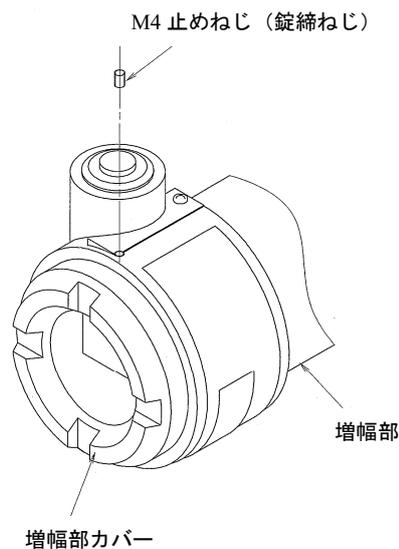
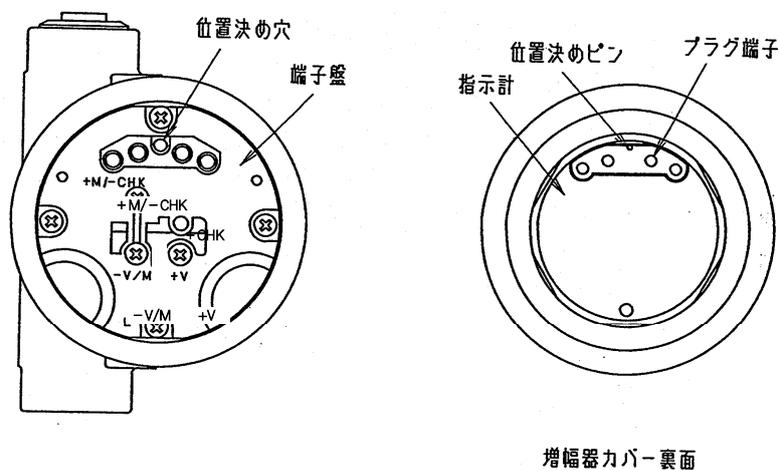
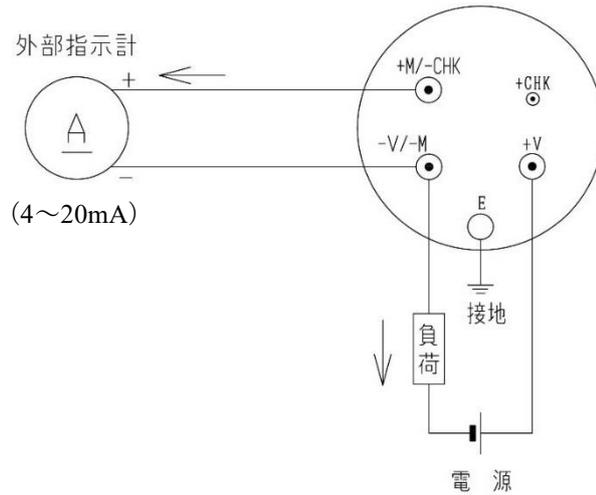

図5-3 錠締
図5-5 増幅器カバーの取付け、取外し
図5-8 端子配列
配線完了後、カバーを元どおり取り付けます。カバーには位置決め用のピンが取り付けられています。このピンを端子盤の位置決め穴に合わせてからカバーをねじ込んでください。カバー締付け後、錠締ねじで錠締をしてください。防爆仕様の場合は、必ず錠締をしてください。防爆性能が損なわれます。(図5-3、図5-5を参照してください)
- (1) 増幅部カバーを取り外します。防爆仕様伝送器では図5-3に示す止めねじによる増幅部カバーのロックを解除してから増幅部カバーを取り外してください。
- (2) 配線接続口の止め栓を取り外します。
- (3) 指示計接続端子+M, -Mに対して、図5-8のように配線してください。